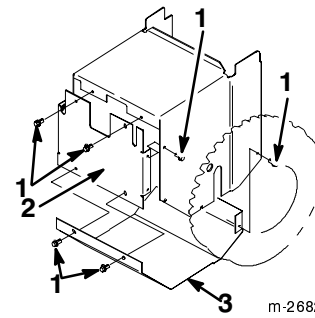

Figure 30
4. Retirez les 8 vis de fixation des plaques de protection arrière et inférieure et déposez ces plaques (Fig. 30).